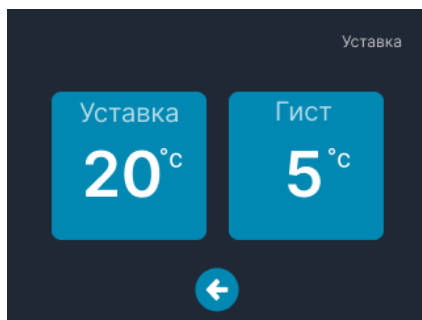

Рис. 7 – Экран «Уставка»
- на появившемся экране (см. рис. 7) нажать кнопку «Уставка»;